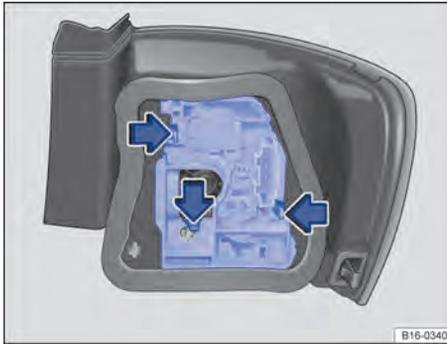

Fig. 257 Lateralmente no compartimento de bagagem: desinstalar o suporte das lâmpadas.
5.	Destruar o suporte da lâmpada nas linguetas de travamento ⇒ Fig. 257 (seta) e retirar o suporte da lâmpada da lanterna traseira.
6.	Substituir a lâmpada incandescente queimada por uma lâmpada incandescente nova do mesmo modelo ⇒ Fig. 257.
7.	Montar o suporte da lâmpada na lanterna traseira. As linguetas de travamento ⇒ Fig. 257 (seta) devem se encaixar de forma audível.